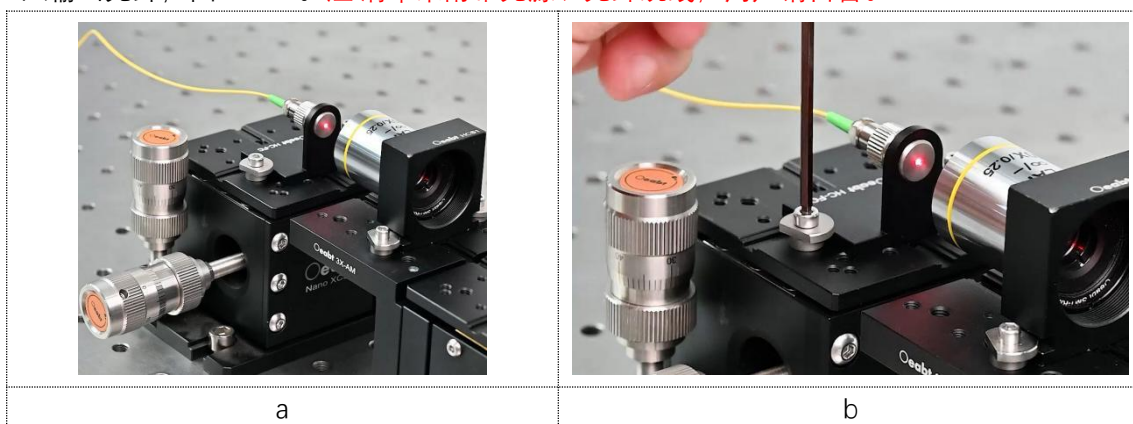

图 4-5
①、沿着凹槽将“光纤固定架”安装到物镜正对面的“位移台”上，并用 M3 平口螺栓螺丝大致固定（不要锁死），图 4-5-a；然后打开激光器，观察物镜聚焦后的光斑大小，在最小光斑位置（一般在物镜工作距离附近），用 M3 平口螺栓螺丝固定“光纤固定架”，并接入输出光纤，图 4-5-b。**注：清单未附带光源、光纤跳线，用户请自备。**